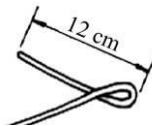

Figura 11
a) Dobrar o fio de modo a formar um elo, com um prolongamento de 12 cm (Figura 11).